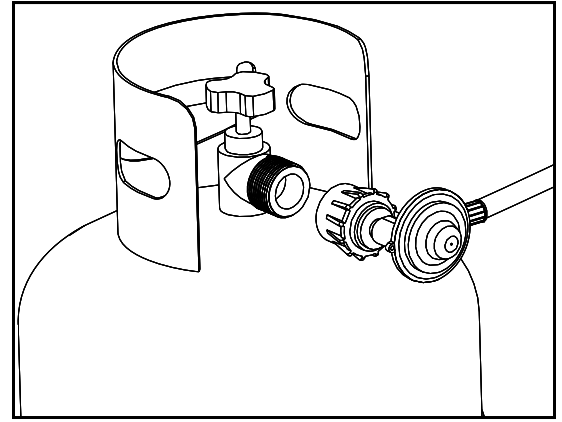

FIG. 1
4. Inserte la válvula del tanque de gas en la apertura roscada de la válvula del regulador. Gire el tanque hacia la derecha hasta que esté firme. Apriete solo manualmente. **Fig 1.**